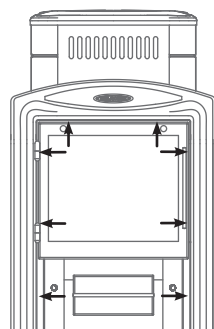

Рисунок 5. Винты для демонтажа дверки при монтаже печи «Витра»
1. открутить саморезы 8 шт., которыми прикрепляется дверца с рамкой к топливному каналу и снять ее; (см. рисунок 5)